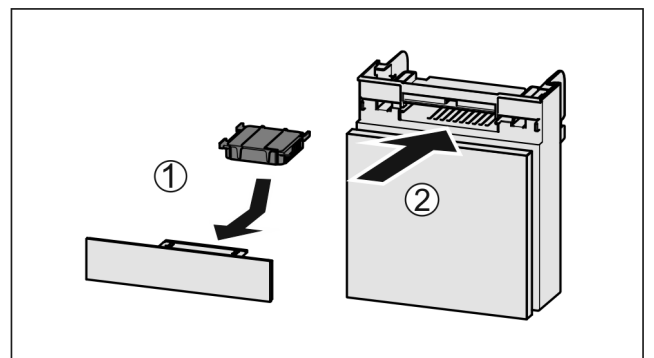

Fig. 87
- ▶ Wkładać Fig. 87 (1) filtr z węglem aktywowanym zgodnie z ilustracją.
- ▶ Wsunąć komorę Fig. 87 (2).